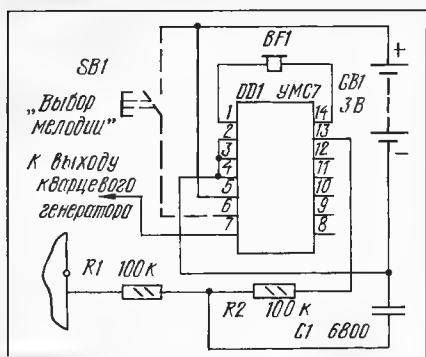

Рис. 4
Наиболее просто музыкальный будильник вводит в часы с автономным питанием 1,5 или 3 В, как показано на рис. 4. Имеющийся в часах пьезоизлучатель также перепаявают к выходам УМС, а управляющий сигнал подают на вход “Пуск” через интегрирующую цепочку R1C1. Поскольку у будильника часов два противофазных выхода, следует вначале определить при неработающем будильнике тот, на котором низкий уровень, и к нему подключить интегрирующую цепочку. Если в часах найдется еще немного свободного места, его используют для установки кнопки перевода мелодий SB1.
Наладки или настройки устройства не требуют, но для будильника, собранного по схеме на рис. 4, может потребоваться уточнение номиналов деталей R1, C1, R2 для конкретной модели часов. Следует отметить, что в этом устройстве зву- чание прекращается не сразу после нажа- тия кнопки выключения будильника, а лишь по окончании мелодии.
**От редакции.** После интегрирования импульсов цепочкой R1C1 (см. рис. 4) нап- ряжения на конденсаторе C1 может быть недостаточно для включения микросхемы DD1. В таком случае параллельно резисто- ру R1 следует установить любой маломощ- ный кремниевый диод (катодом к C1).